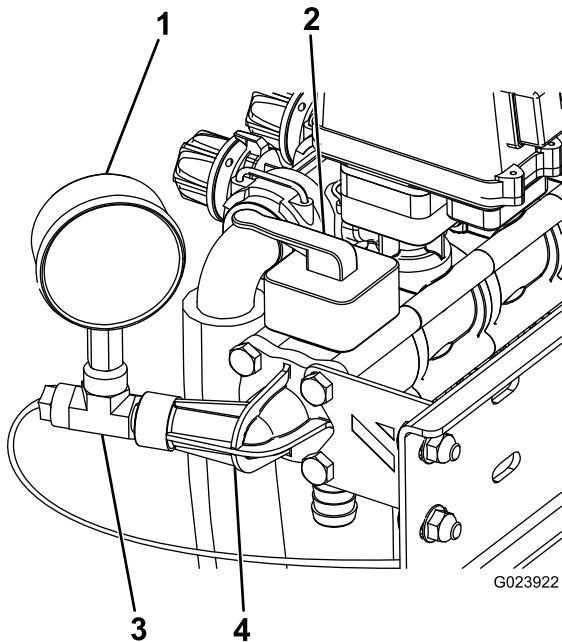

Figura 11
3. Installate O-ring, valvola di controllo nuova, sportello del manometro rimosso in precedenza e staffa di stabilizzazione con i 4 bulloni lunghi; vedere Figura 11.